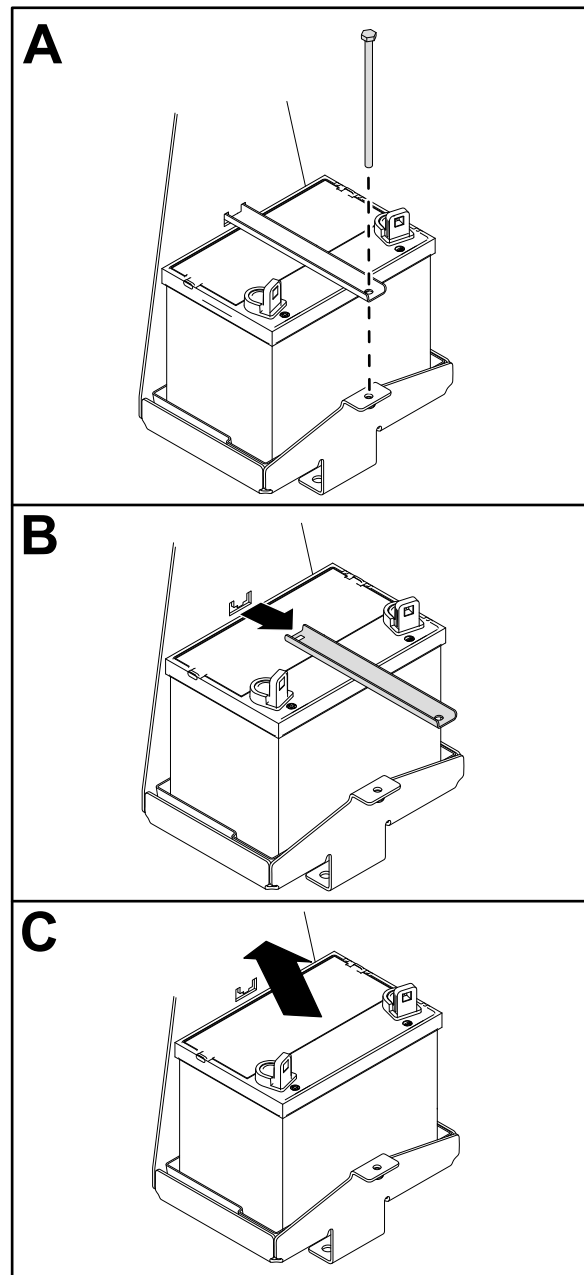

Figura 38
2. Îndepărtați bateria în modul indicat în Figura 38.